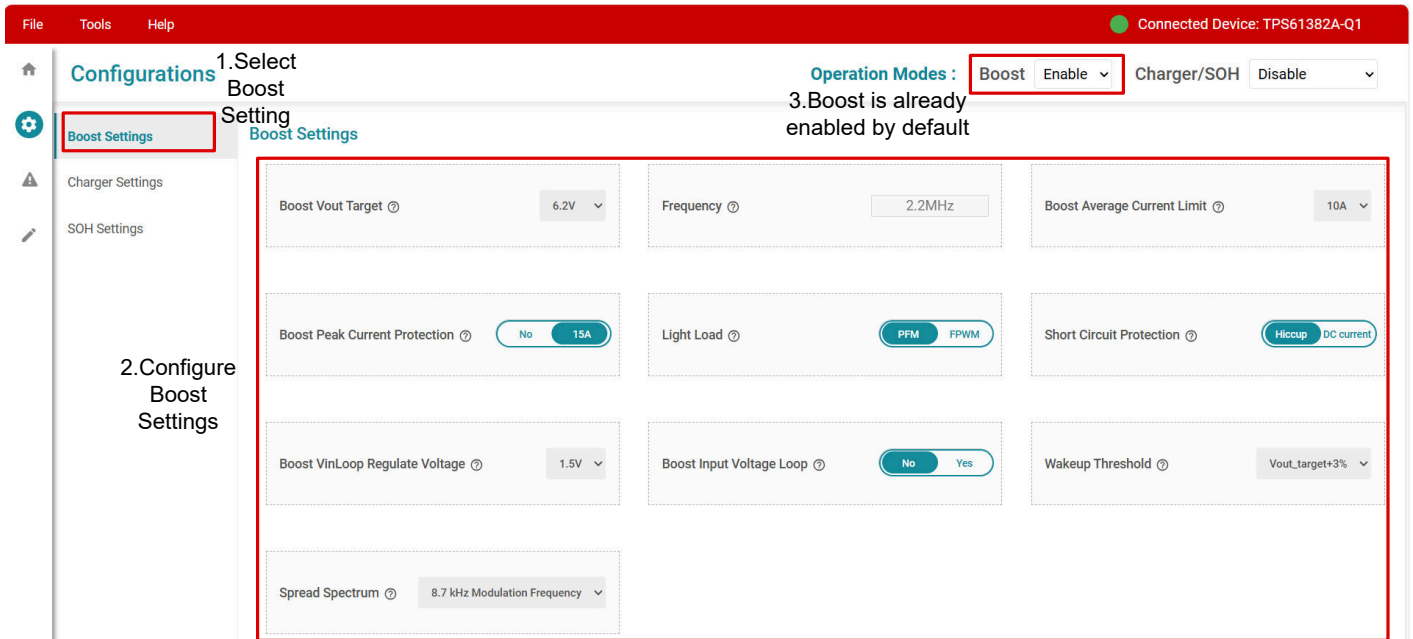

图 3-3. 升压设置表
- 单击 **Start** 按钮，GUI 将自动打开配置屏幕（请参阅图 3-3）。默认情况下，将 TPS61382A-Q1 设置为升压启用。默认输出电压为 6.2V。根据设计目标设置升压模式输出电压、电流限制点等。